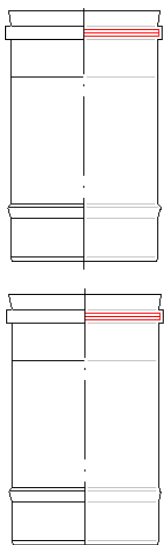

Fig.1
I sistemi Eurostar MI, Eurostar ML, Eurostar MM, Starfire MA e Starfire MB sono realizzati con giunto a bicchiere di tipo maschio/femmina su nervature autocentranti ed antischiacciamento come schematizzato in **(Fig. 1)**. Il posizionamento della guarnizione siliconica nell'apposito alloggiamento situato all'interno del bicchiere femmina, garantisce la tenuta ai gas. Prima di iniziare l'installazione di qualsiasi componente, assicurarsi che la designazione del prodotto riportata sul pezzo e sull'imballo, sia idonea all'installazione da effettuare. Assicurarsi anche che i giunti siano integri e ben puliti: componenti con giunti danneggiati (ad es. schiacciati e/o, ovalizzati) non possono essere utilizzati. A questo punto procedere nel seguente modo:
- Installare gli elementi seguendo il senso dei fumi indicato sull'elemento con un'apposita freccia, ovvero con il bicchiere interno femmina rivolto verso l'alto **(Fig. 1)**